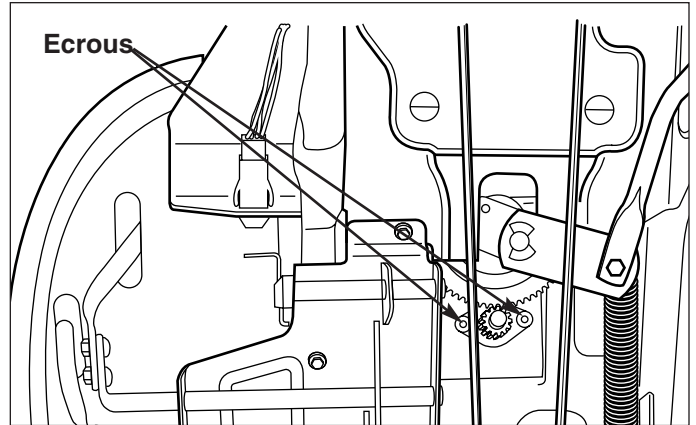

Figure 30. Réglage du pignon de direction
1. Voir la Figure 30. Repérer l'ensemble du pignon de direction sous le tracteur. Desserrer les deux écrous et ajuster le support de façon à ce que les dents du pignon soient bien engrenées.